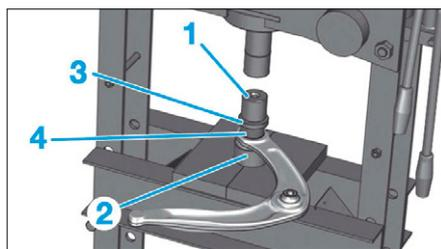

FIG. 27
- Positionner l'articulation élastique (4) entre la presse et le bras inférieur et intercaler, une cloche d'appui (1) une butée de montage (3) et un tampon de montage (2) adapté (Fig.27).